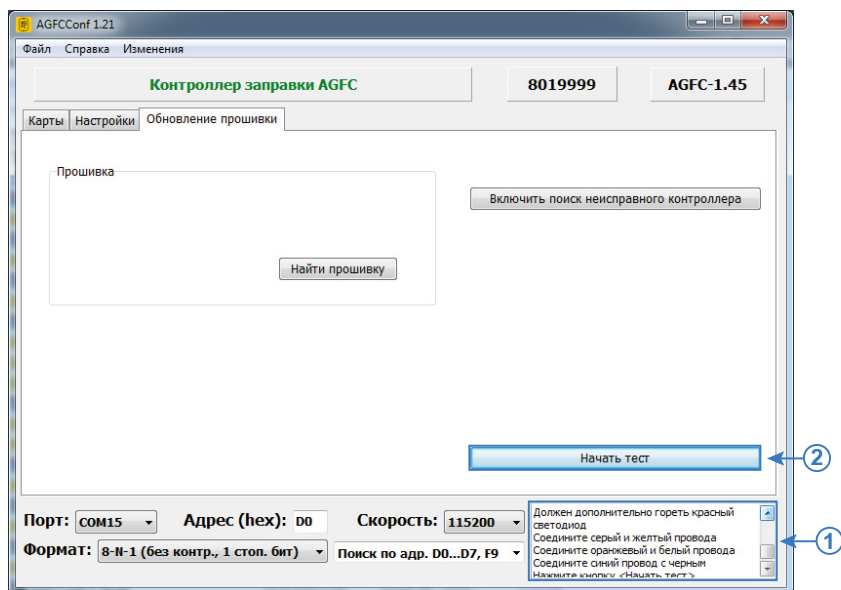

Рис.28. Тест входов и выходов.
- Программа выполнит проверку входов и выходов и в случае неисправности отобразит ошибки в окне состояния (Рис.28).